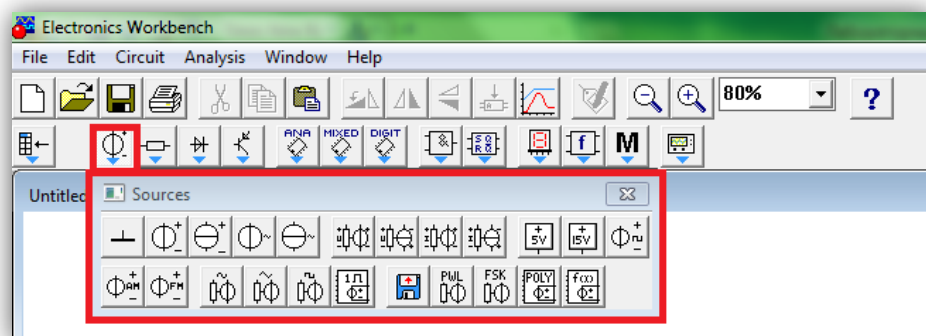

Рисунок 1 – Набор Sources (источники)
1. Из набора *Sources* (источники рисунок 1):